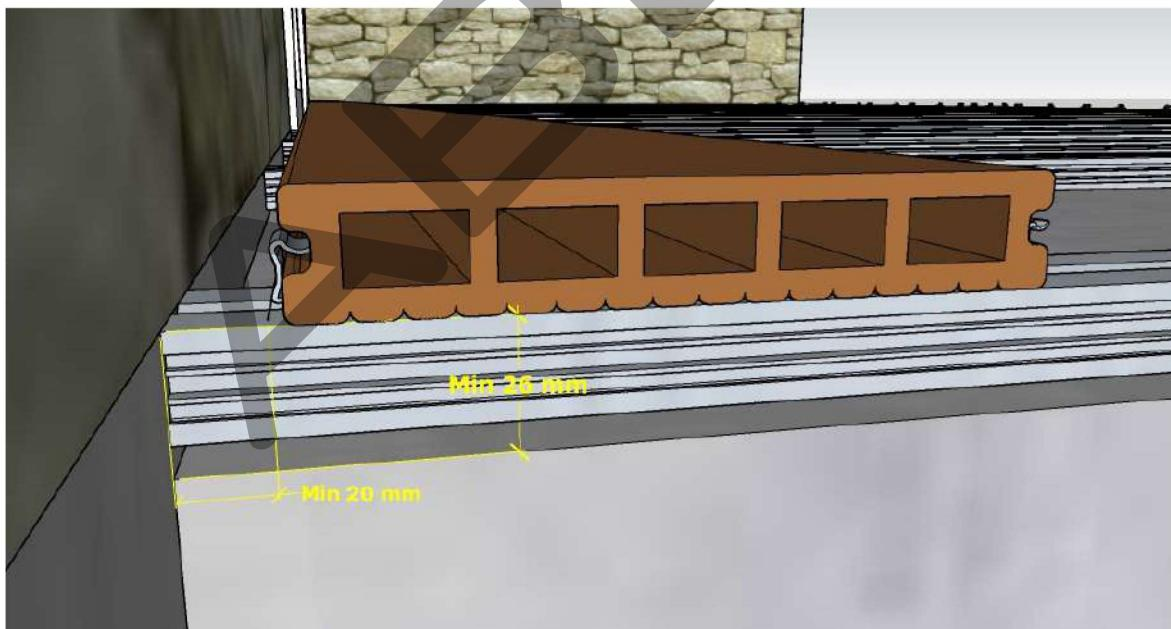

Рис.10
2. Вставляют в них первую доску, обеспечив зазор между террасным покрытием и неподвижным ограждением (например, стена) $\geq 20\text{мм}$ (рис.10,11).